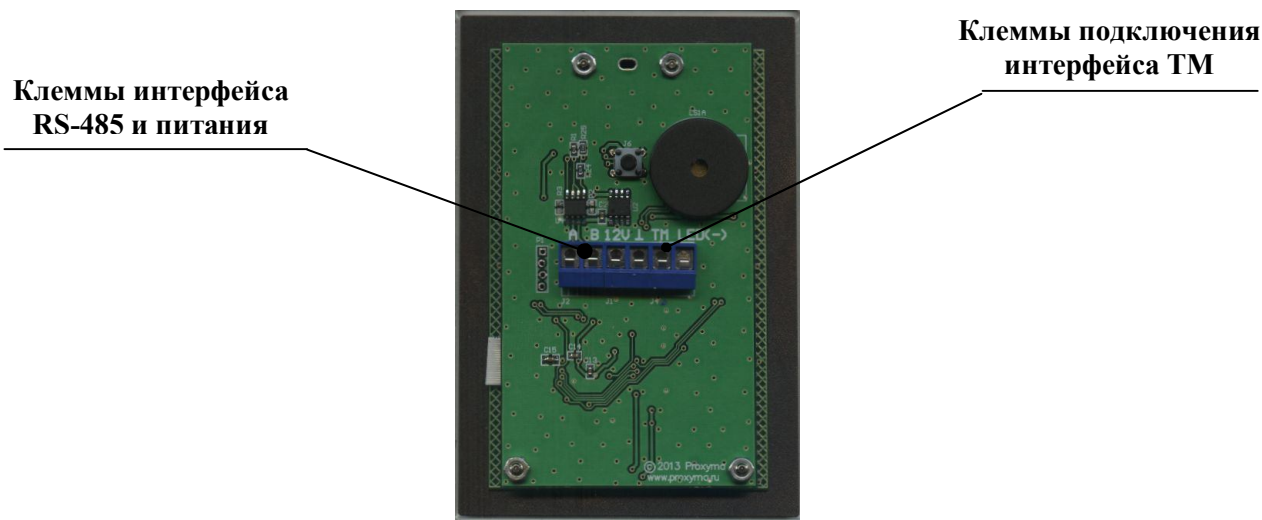

Рис. 3. Подключение питания и интерфейсов шины RS-485 и ТМ.
5.1 Клеммы подключения питания и интерфейсов (RS-485 и ТМ) клавиатуры показаны на рис. 3.